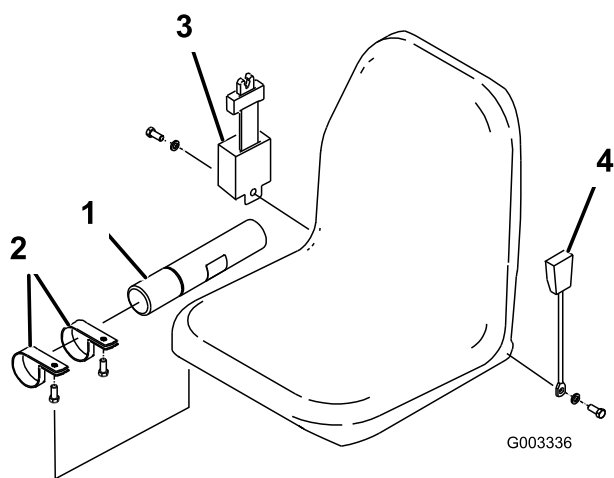

Figure 3
1. Montez le tube manuel sur la suspension du siège au moyen des 2 pinces en R fournies avec les pièces détachées (Figure 3).
avec les pièces détachées (Figure 3). L'enrouleur de la ceinture de sécurité doit être monté à droite du siège et la boucle à gauche.